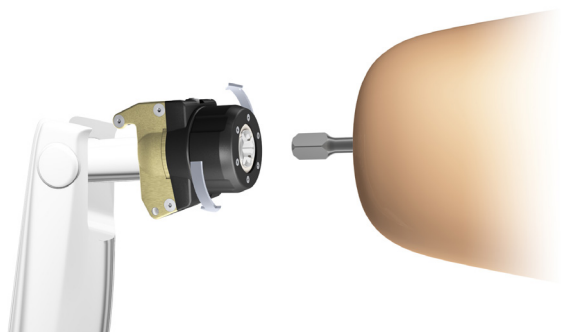

Abbildung 2. Drehen Sie den Griff gegen den Uhrzeigersinn bis zum Anschlag.
2. Öffnen Sie die Backen, indem Sie den Griff von Hand gegen den Uhrzeigersinn bis zum Anschlag drehen und somit das Abutment in den Axor™ II eindringen kann (siehe Abbildung 2).